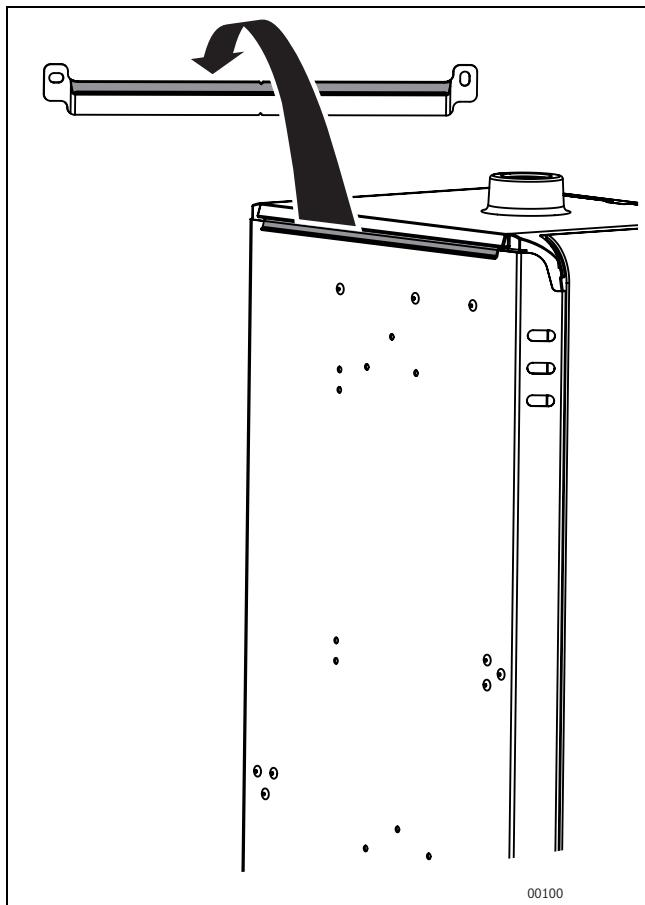

Fig. 16 Aggancio dell'unità interna
- Agganciare l'unità interna al centro della guida di aggancio (→fig. 16).